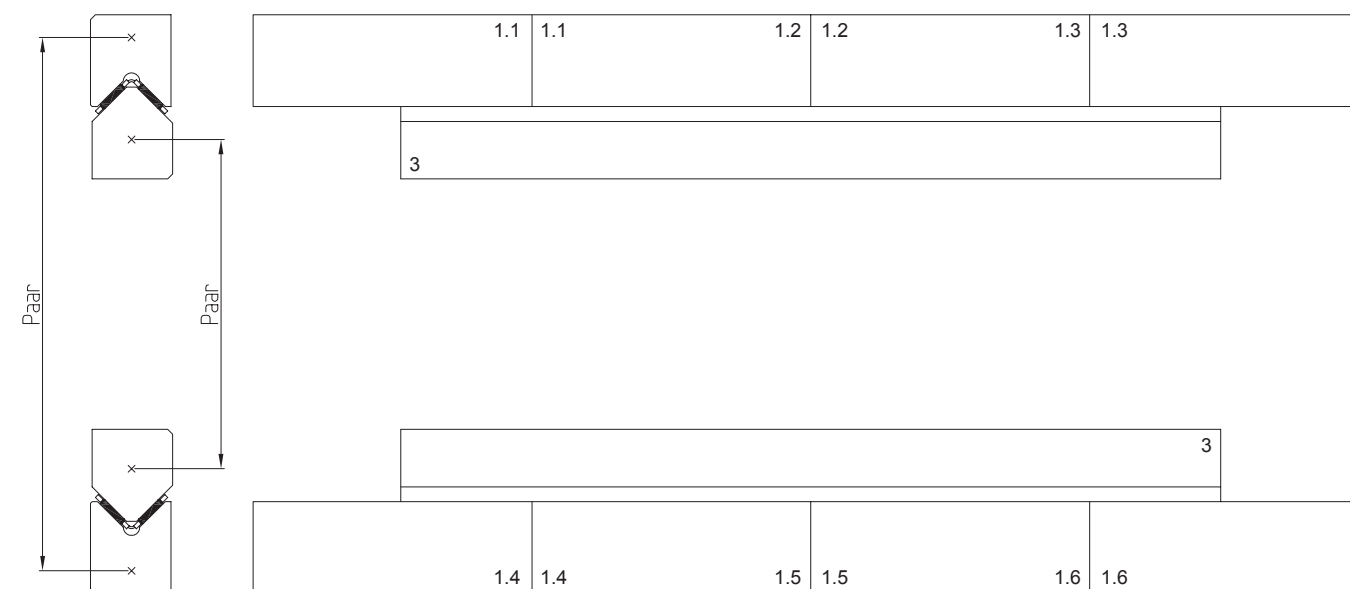

Bild 24 . Nummerierung bei ein- und mehrteiligen Führungsschienen
- In der geschlossenen Anordnung können die M- und V- Schienen unterschiedliche Satznummern aufweisen (Bild 24).